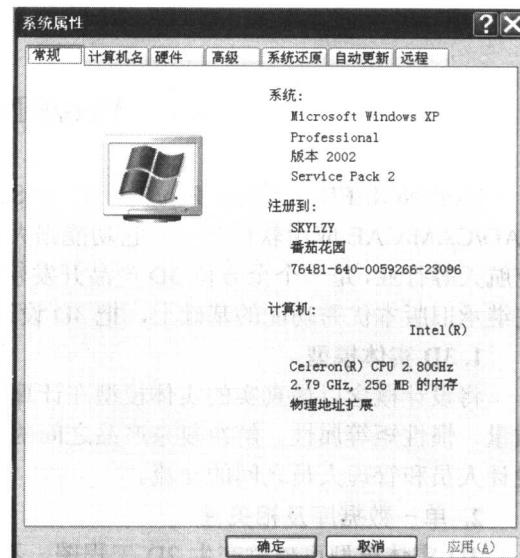

图 1-1 【系统属性】对话框
- (1) 首先在桌面上右击【我的电脑】图标，从快捷菜单中选择【属性】菜单，打开如图 1-1 所示的【系统属性】对话框。